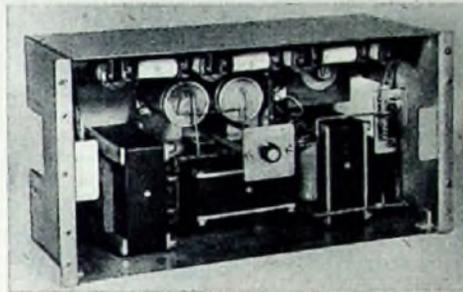
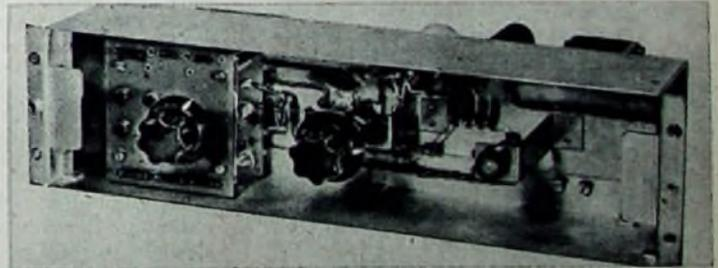

Abb. 8. Das Netzspeisegerät der Anlage
Abb. 9. Verdrahtungsansicht (Rückseite) des Rauschgenerators
b) Tongenerator (Abb. 5, 6 und 7), Rauschgenerator (Abb. 9, 10 und 11) und Netzspeisegerät (Abb. 8) sind als Einschubbausteine im linken Fach der Bedienungszentrale (Abb. 1) untergebracht.